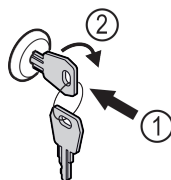

Fig. 190
- Schlüssel hineindrücken. Fig. 190 (1)
- Schlüssel um 90° im Uhrzeigersinn drehen. Fig. 190 (2)